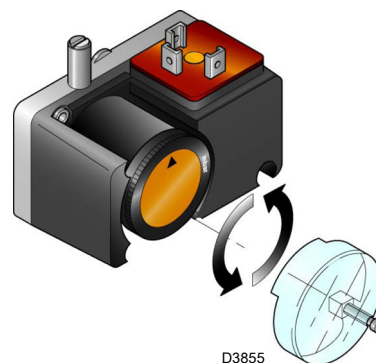

图 32
- ▶ 如果装有燃气泄漏检测控制装置 (PVP 组件) (图 32 页 36)，应根据组件本身提供的说明调整其压力开关。
如果装有燃气泄漏检测控制装置 (PVP 组件) (图 32)，应根据组件本身提供的说明调整其压力开关。